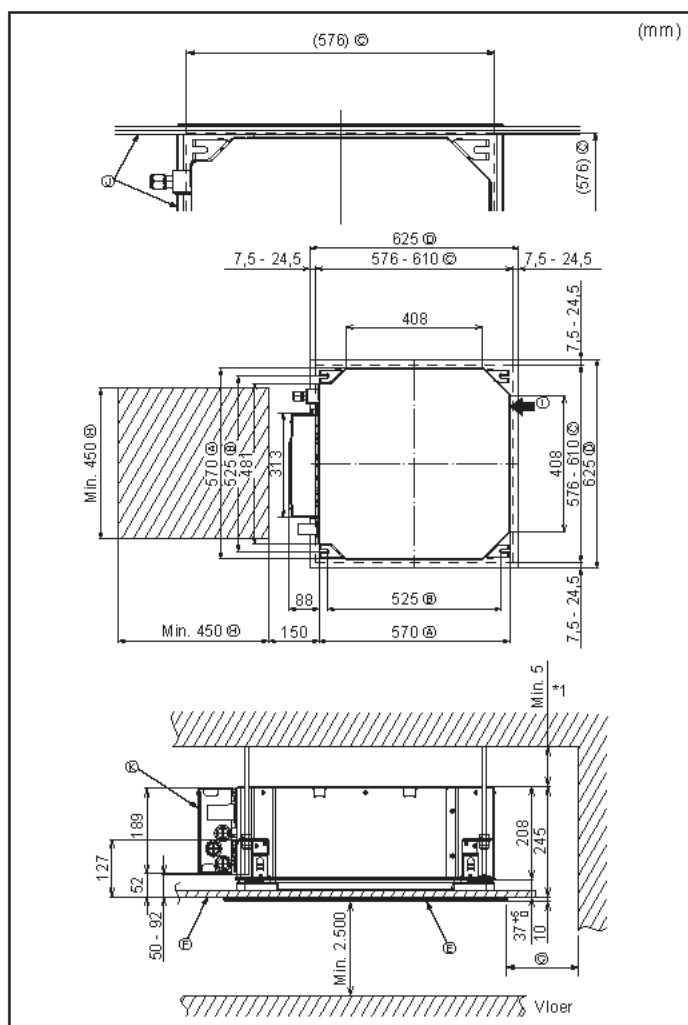

Fig. 4-2
②	Sluitringen (met isolatie)	4
③	Sluitringen (zonder isolatie)	4
④	Leidingafsluiting (koelleidingsverbinding)
⑤	kleine diameter (vloeibaar)	1
⑥	grote diameter (gas)	1
⑦	Bevestigingsbandje (groot)	6
⑧	Bevestigingsbandje (medium)	2
⑨	Bevestigingsbandje (klein)	2
⑩	Aftapbus	1
⑪	Isolatie	1
4.2. Plafondopeningen en posities voor installatie van ophangbouten (Fig. 4-2)